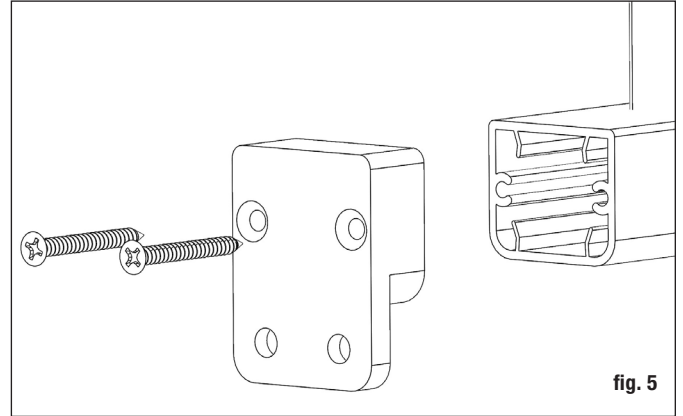

fig. 5
**Paso 3** Coloque los soportes inferiores en los extremos de los rieles. Fije los soportes a los rieles con un tornillo fijado a través de la parte posterior del soporte en cada saliente de tornillo interno (fig. 5).